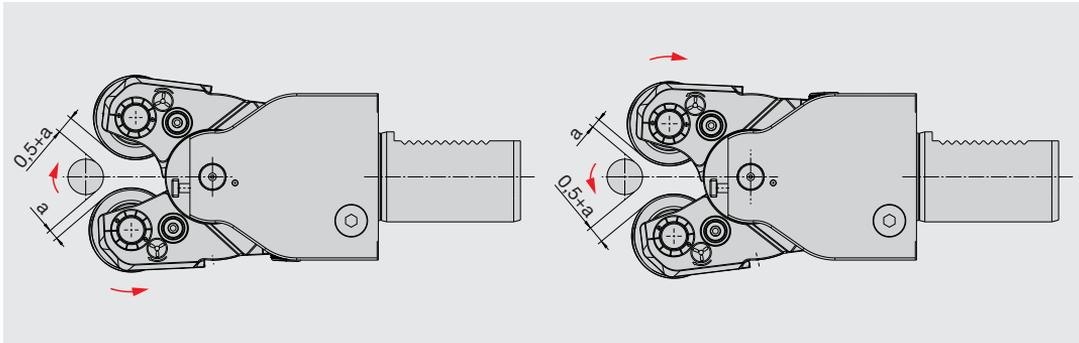

Abb. 15: Einstellen des Pendelspiels
3. Prüfen Sie, welche der beiden Gewinderollen das Werkstück zuerst berührt. Beachten Sie dabei die Vorgabe in Abb. 15.
4. Bei einer Abweichung zu Abb. 15 verfahren Sie den Rollkopf zurück in Ausgangsposition.